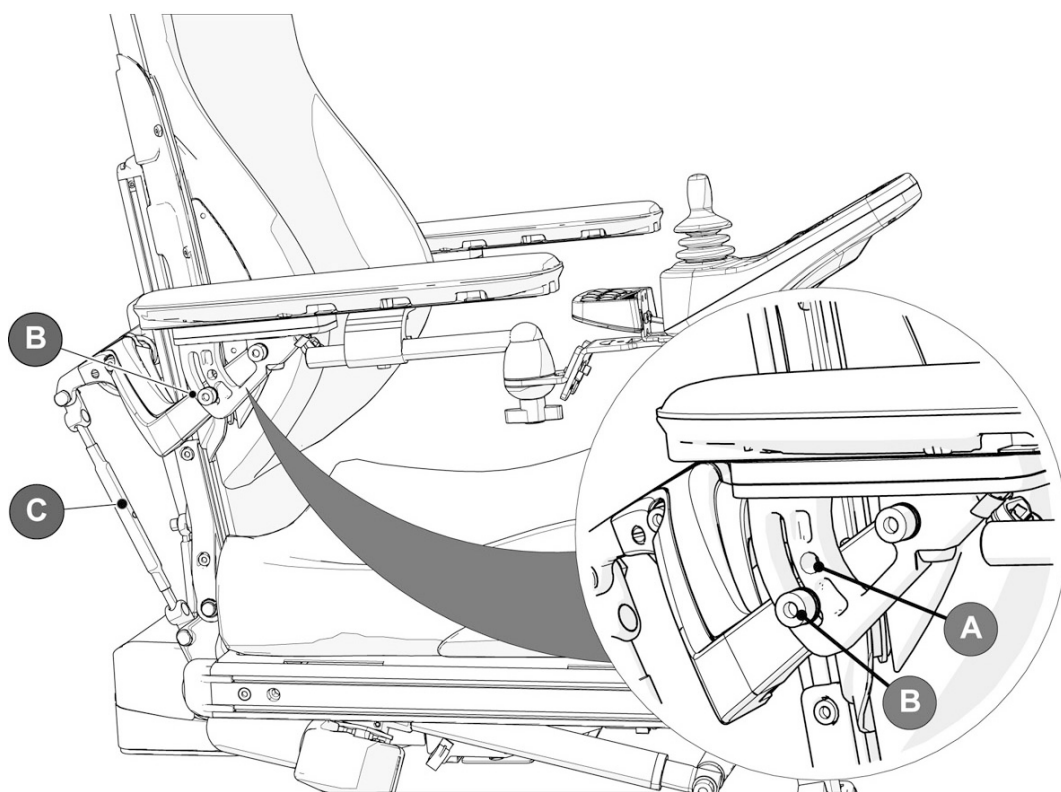

Bild 141. Individuell justering av armstödet höjd och vinkel.
1. Justera armstödet höjd genom att vrida på justerstängen (C). Se bild. 141.
2. Armstödet vinkel fixeras av en skruv. Flytta skruven från fast position (A) till flexibel position (B). Se bild. 141.
3. Justera armstödet till önskad vinkel och fixera genom att dra åt skruven. Se bild. 141.